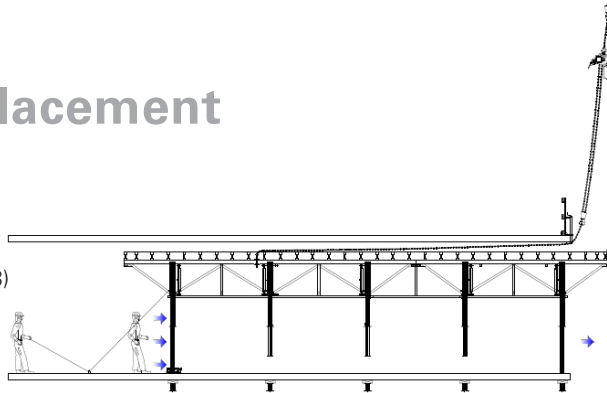

Fig. A3.07
7. Retenir la table pour contrôler son mouvement vers l'extérieur, et commencez à pousser la table SKYTABLE hors du bâtiment. (Fig. A3.07 & A3.08)